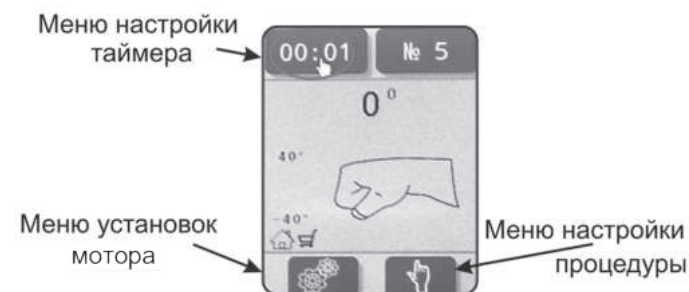

Рисунок 5.4 – Дисплей режима готовности
5.2 Дисплей режима готовности (см. рис. 5.4):
1. Подключите вилку сетевого кабеля (7) в розетку переменного тока 220В 50Гц с заземляющим контактом.
2. Включите Apparat с помощью выключателя «СЕТЬ» (6). После включения Apparata слышен звуковой сигнал, на дисплее появляется логотип производителя.
3. По окончании загрузки на дисплее отображается дисплей режима готовности (см. рис. 5.4).
После однократного нажатия любой кнопки Аппарат перейдет в режим «Пауза», о чем сообщит мигающая в зоне В пульта управления иконка . В данном режиме дисплей переходит в состояние и выбор меню (см. рис. 5.4): иконки панели становятся активными и появляется возможность оперативно изменить (скорректировать) режим работы аппарата.